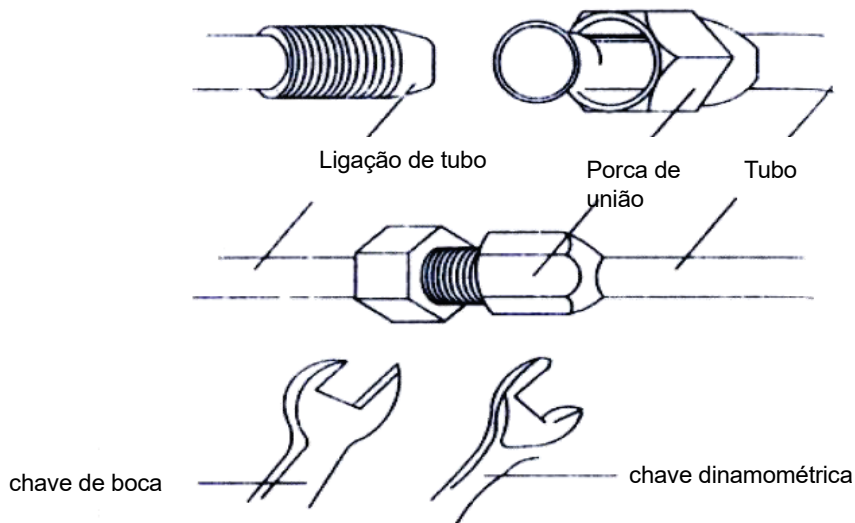

Fig.18
- Ajuste a força de torção consultando a tabela abaixo. Coloque a chave de boca, aberta na junta da tubagem e coloque a chave dinamométrica na porca de união. Aperte a porca da união com uma chave dinamométrica (como mostrado na Fig.18).